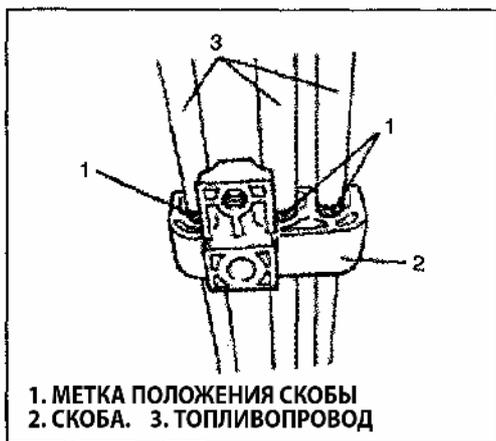

Рис. 327
- 6) Во время установки скоб, убедитесь в том, что расположение скоб соответствует меткам (Рис.327).